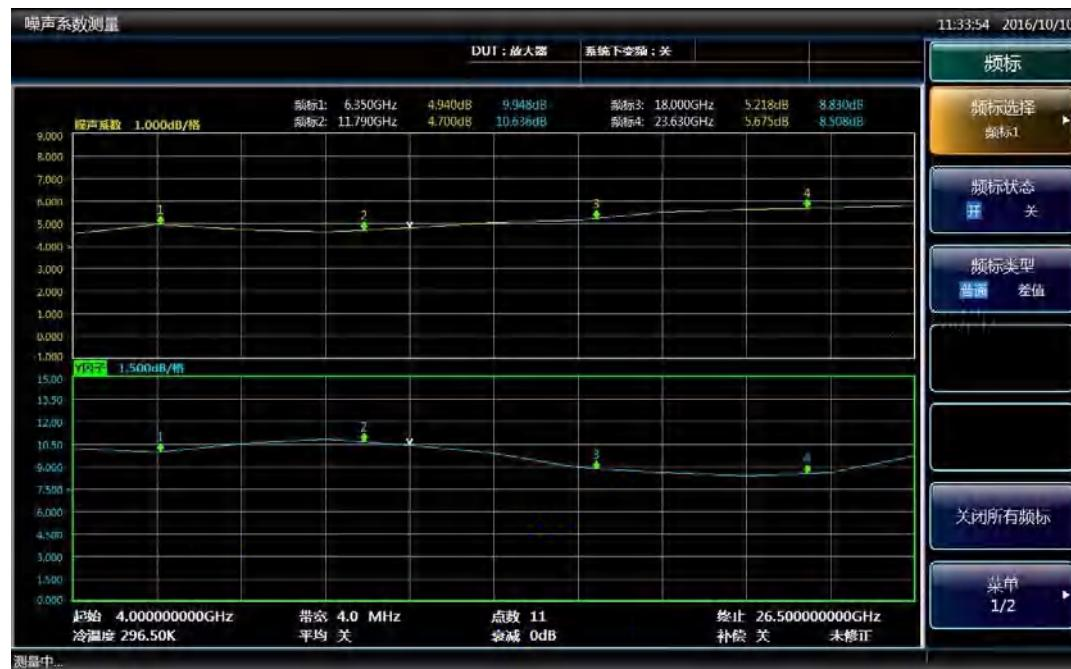

图 3.39 四个普通类型的频标显示
每个频标均可作为普通和差值两种类型的频标用,激活频标的频率在参数输入区中显示,所有启用频标的值显示在图3.39所示的屏幕上上方的频标显示区中。
- 步骤5. 按[频标类型]菜单键，启用普通类型频标，此为默认设置，如图3.39所示。频标激活时，旋转旋钮，或者用数字键和单位菜单键输入目标频率，将频标放置在测量轨迹需要显示测量结果的频点，频标频率和测量参数结果显示在图形上方的频标显示区中，当前激活频标对应的频率值在参数输入区中显示。